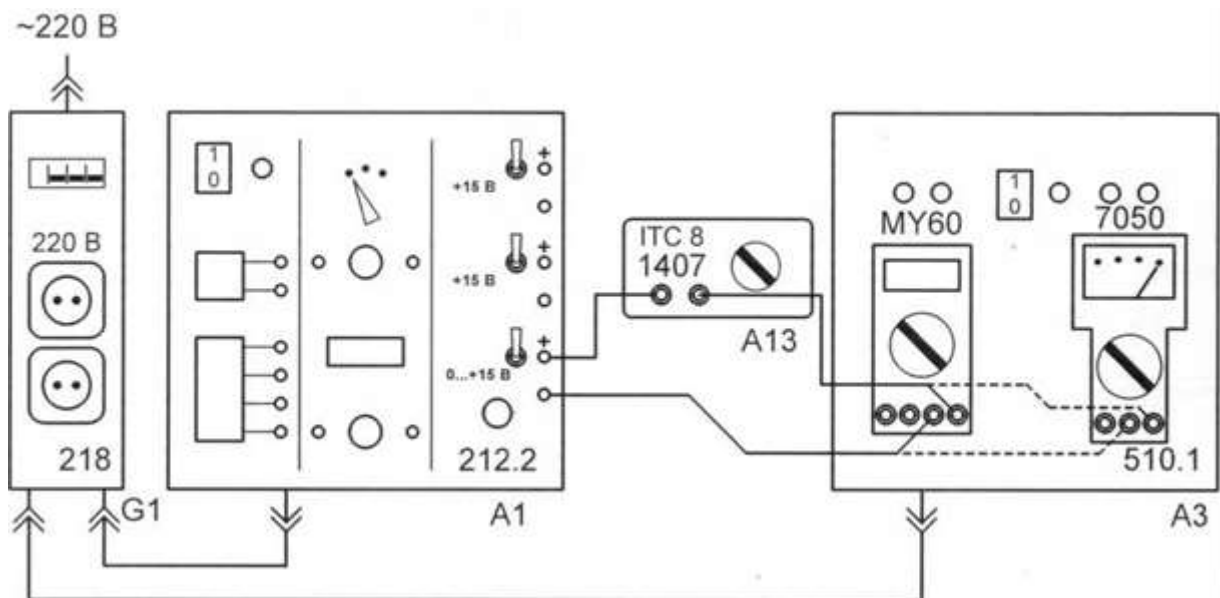

Рис. 2. Схема электрическая соединений для определения сопротивления вольтметра косвенным методом.
Схема электрическая соединений для опыта по определению сопротивления вольтметра приведена на рис. 2. В качестве источника э.д.с. используется регулируемый источник постоянного напряжения (блок А1). Добавочное сопротивление – магазин сопротивлений А13.
Опыт выполняют для пределов измерения постоянного напряжения как для мультиметра МУ60, так и для аналогового мультиметра 7050 (подключение показано пунктиром на рис. 2).
- Соедините аппаратуру в соответствии со схемой электрической соединений рис. 2.